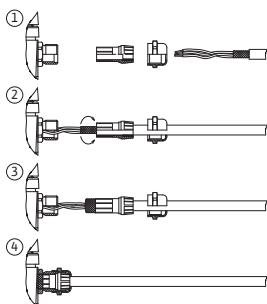

Fig. 25: Podpera tienenia
Tienenie sa pripája na káblóvu priechodka na elektronický modul. Pozri Fig. 25.
Káble digitálnych vstupov, analógových vstupov a komunikácie cez zbernicu sa musia zatieniť cez kovovú káblovú priechodku káblového vstupu (Fig. 19, pol. 4, 5 a 6). Tienenie pozri Fig. 25.
1. Háčiky (Fig. 25) otvorte opatrne pomocou náradia (napr. skrutkovača).